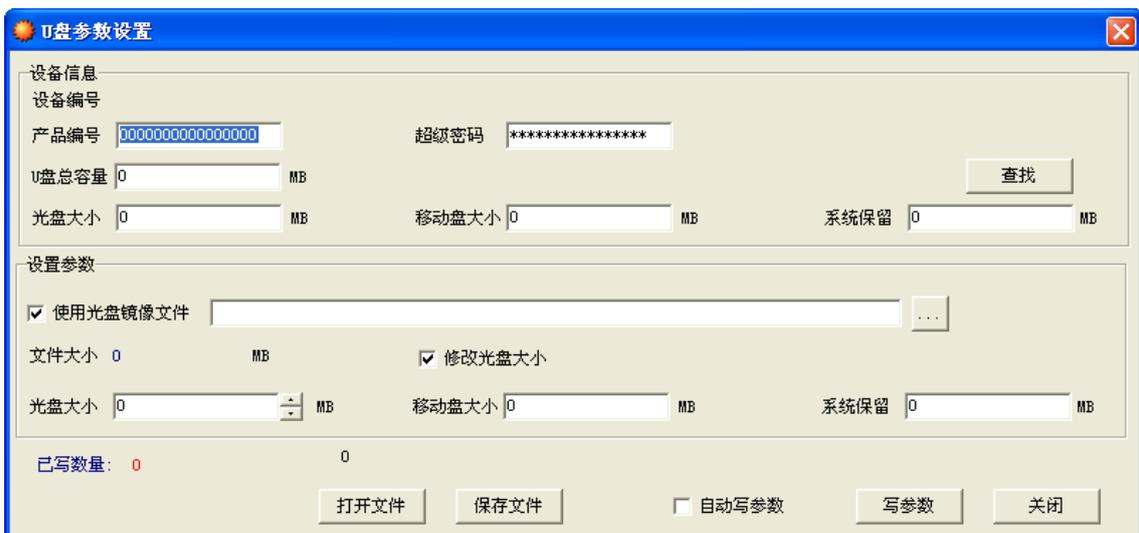

图 2.3 UD\_Edit 软件操作界面
4. 打开D:\UD9x目录，双击UD\_Edit.exe文件，即可启动UD\_Edit软件，参考如图2.3所示。